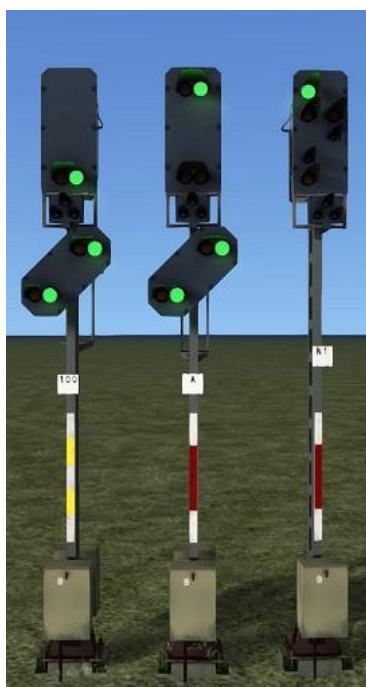

Bild 1.1
- Bild 1.1: Das Ausfahrsignal N1 zeigt Hp1 mit Fahrt nach Gleis 3